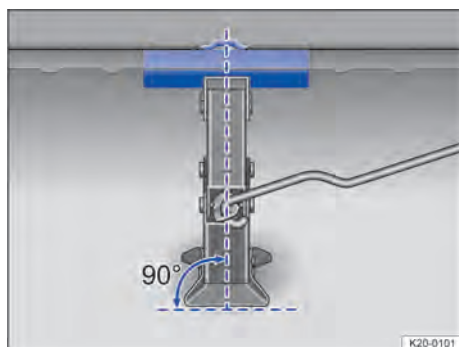
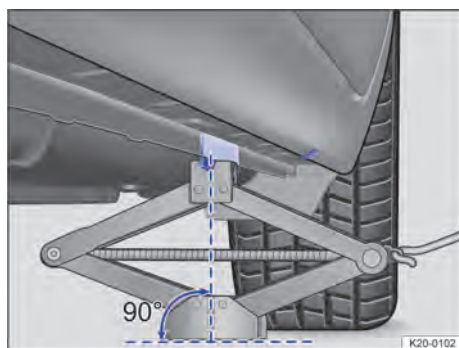

Fig. 259 Macaco posicionado no lado esquerdo traseiro do veículo.
Fig. 260 Macaco posicionado no lado esquerdo traseiro do veículo.
10. Garantir que a base do macaco, com toda sua superfície, esteja sobre o chão e que a base se encontre perpendicularmente abaixo do ponto de apoio → Fig. 259 e → Fig. 260.
11. Alinhar o macaco e, simultaneamente, levantar a garra do macaco até ela envolver o ponto de admissão do macaco debaixo do veículo → Fig. 260.
- Posicionar o macaco somente nos pontos indicados. A garra do macaco deve se encaixar no perfil da longarina de forma segura → Fig. 260.